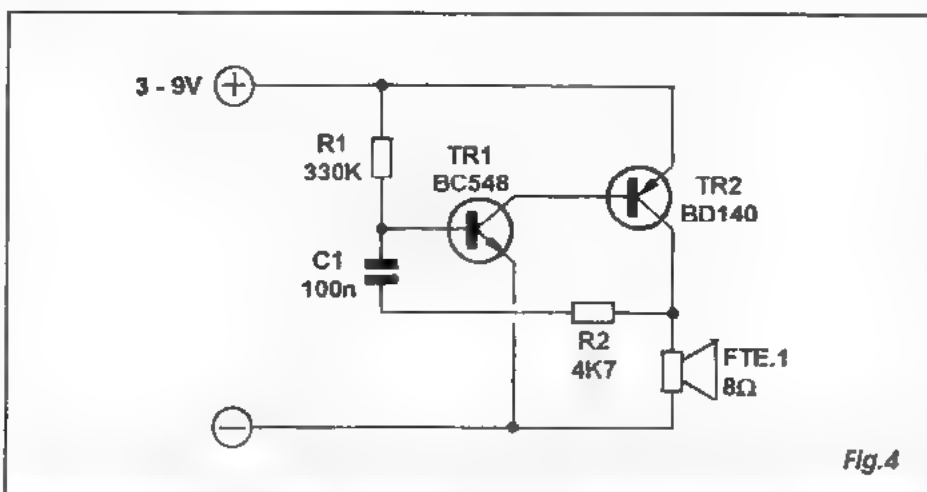

Fig. 4
- FIG. 4 - Outro arranjo bastante simples, e muito utilizado, para se gerar eletronicamente um som razoavelmente forte (a partir